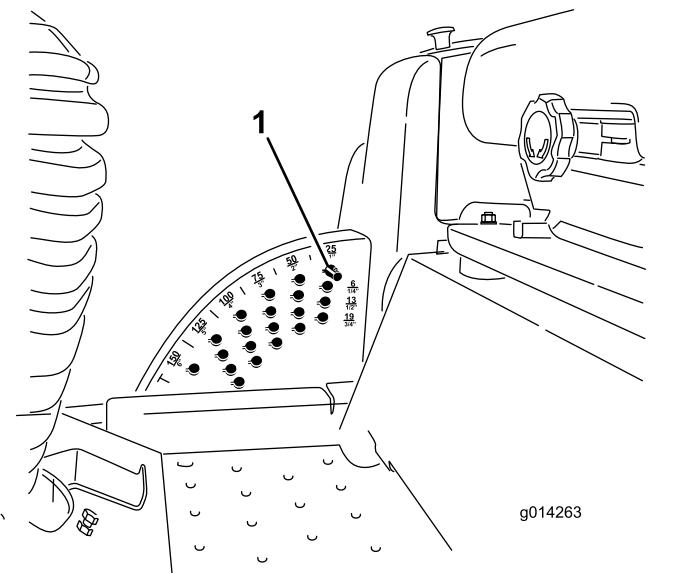

Figura 8
- Con el motor en marcha, presione hacia atrás el interruptor de elevación de la unidad de corte hasta que esta esté elevada del todo y **suelte el interruptor inmediatamente** (Figura 8).
2. Para ajustar la altura de corte, gire el pasador de tope hasta que el nervio quede alineado con las ranuras de los taladros del soporte de altura de corte y retire el pasador (Figura 8).
3. Seleccione un taladro del soporte de altura de corte que corresponda a la altura de corte deseada, inserte el pasador y gírelo para bloquearlo en esa posición (Figura 8).
Nota: Hay cuatro filas de taladros (Figura 8). La fila superior corresponde a la altura de corte impresa encima del pasador. La segunda fila corresponde a la altura impresa más 6 mm. La tercera fila corresponde a la altura impresa más 13 mm. La fila inferior corresponde a la altura impresa más 19 mm. Para la posición de 15,8 cm hay un solo taladro en la segunda fila. Esta posición no añade 6 mm a la altura de 15,2 cm.